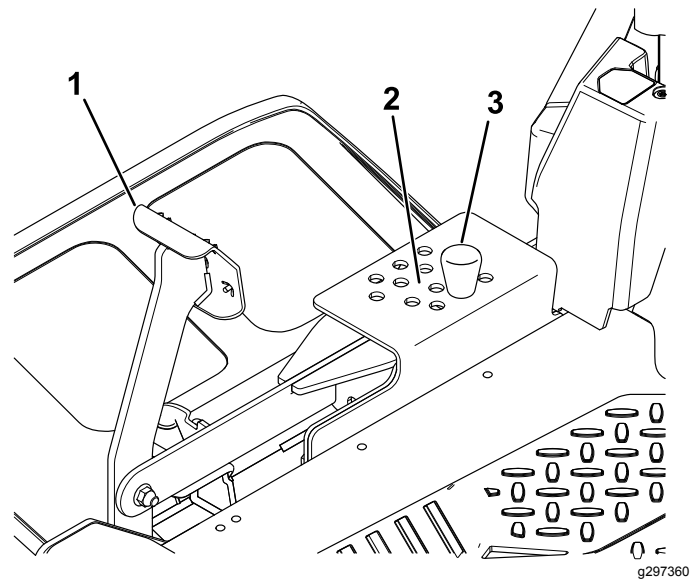

Figura 27
2. Para ajustar la altura de corte, retire el pasador del soporte de altura de corte (Figura 27).
3. Seleccione el taladro del sistema de altura de corte que corresponde a la altura de corte deseada, e inserte el pasador (Figura 27).